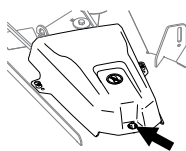

Figura 6
- Tirate verso l'alto il lato della protezione con il gommino e fate scorrere via la protezione. (Figura 6)